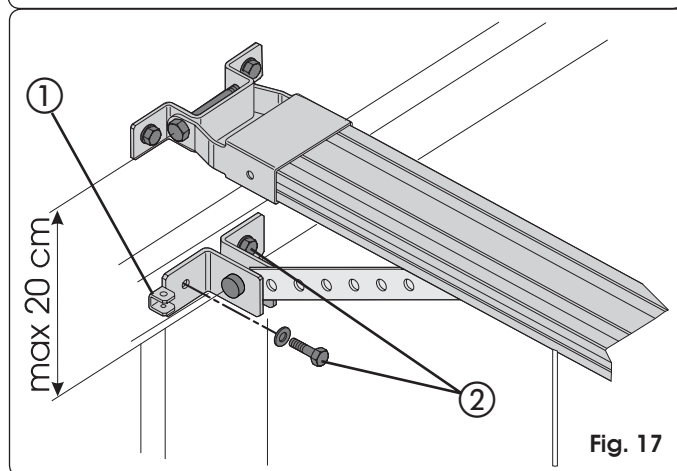

Fig. 17
Coloque el empalme en la puerta de modo que el pasante del cable de desbloqueo esté dirigido hacia el lado izquierdo de la puerta (ref. ① Fig. 17).
- 4) Compruebe que la distancia entre los ejes de los orificios de fijación del empalme anterior y del empalme situado en la puerta no sea superior a 20 cm (Fig. 17). Para un correcto funcionamiento de la automatización, se aconseja evitar inclinaciones del brazo superiores a 30° respecto a la guía de deslizamiento.
- 5) Trace, taladre y fije el empalme a la puerta por medio de los tornillos (ref. ② Fig. 17) **NO** suministrados en dotación.